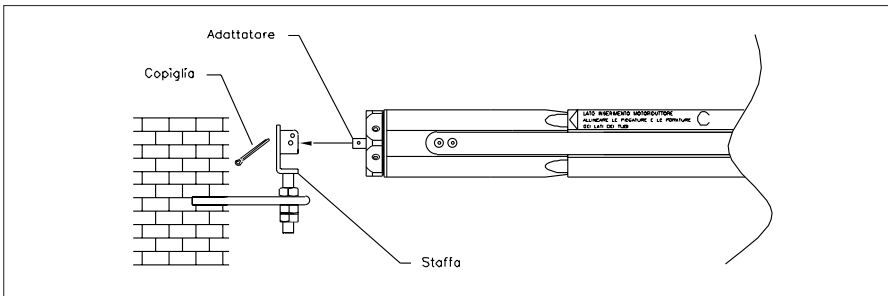

Fig. 5.1
- Inserire l'adattatore art. 3054 (4) posto sulla testa del motore nell'apposita staffa art. 3020 (5) fissata sulla zanca e bloccarla con la copiglia in dotazione, vedi fig. 5.1.